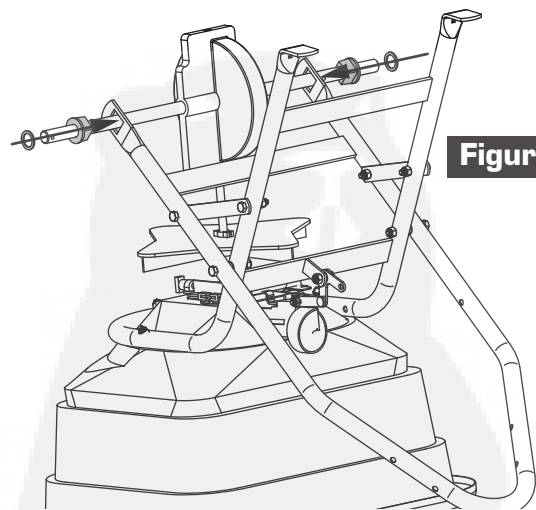

Figure 4
4. Posez les deux roulements de l'essieu dans les trous carrés, comme illustré dans la figure 4. Posez une rondelle de chaque côté de l'essieu.